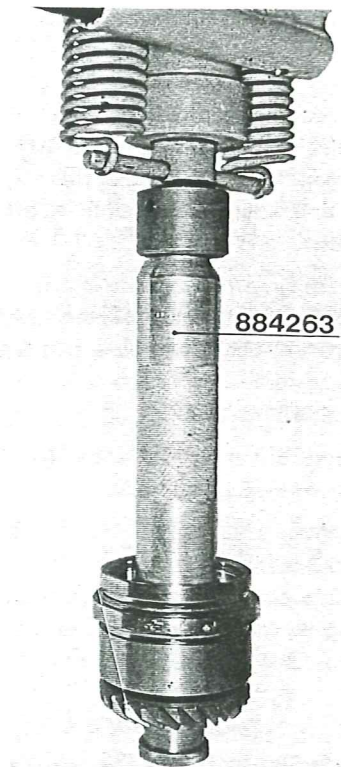
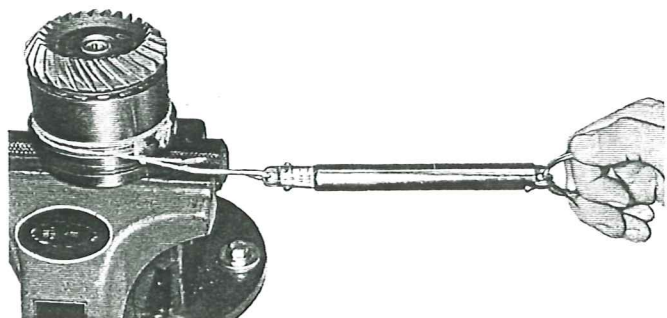

Fig. 8
Fig. 9
2. Montera ingående drevet i dubbellagerboxen 3 och pressa på det mindre rullagret 4 så att en lätt förspänning erhålles. Använd verktyg 884263 fig. 8. Obs! Skydda kuggtopparna. Snurra lagren några varv så att dessa sätter sig. Kontroll av förspänning sker med hjälp av en fjädervåg och ett snöre som läggs runt lagerhuset, se fig. 9. Förspänningen skall vara 0,5–1,0 kp. Är förspänningen för låg pressas rullagret försiktigt något hårdare och är förspänningen för hög lossas rullagret något. Obs, med inkörda lager skall förspänningen vara 0,4–0,7 kp.